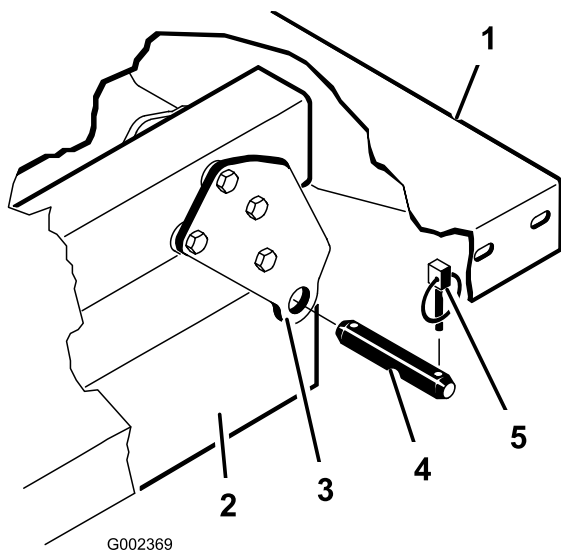

Figura 4
5. Rimuovete i perni con testa che fissano le estremità dell'asta del cilindro alle piastre di fissaggio del pianale, premendoli verso l'interno (Figura 4).
6. Rimuovete le coppiglie ad anello ed i perni con testa che fissano le staffe orientabili ai profilati del telaio (Figura 4).